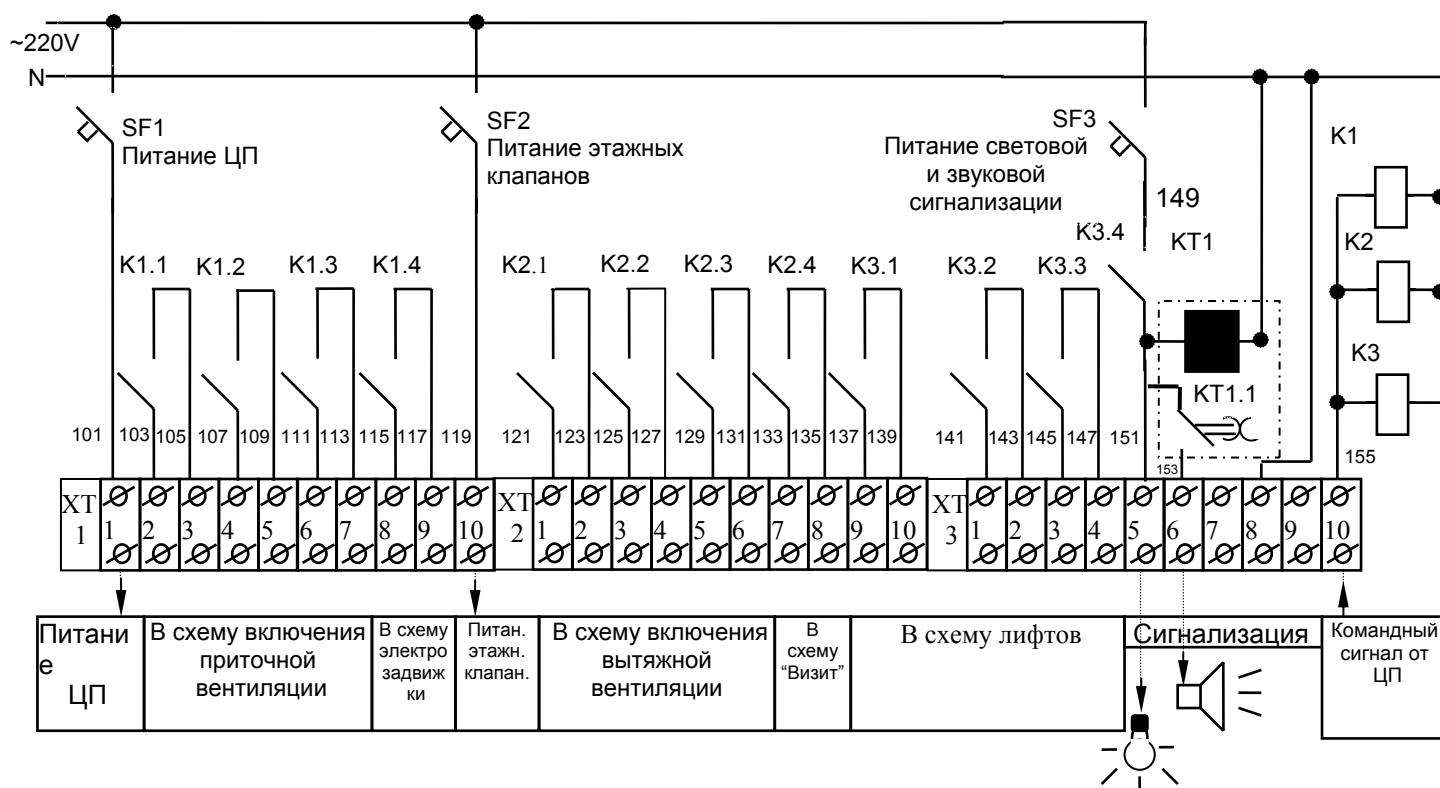

Рис.6.1.
- 6.2. Для ввода кабелей в нижней стенке корпуса шкафа имеются отверстия для ввода силовых и контрольного кабелей. Силовой кабель питания (как правило фаза и ноль от отдельной группы распреедустройства) подводится снизу и присоединяется к верхним зажимам автоматического выключателя SF1 и к зажимам нейтрали. Контрольные кабели подводятся снизу и присоединяются к колодкам XT1, XT2, XT3 в соответствии с Рис.6.1.